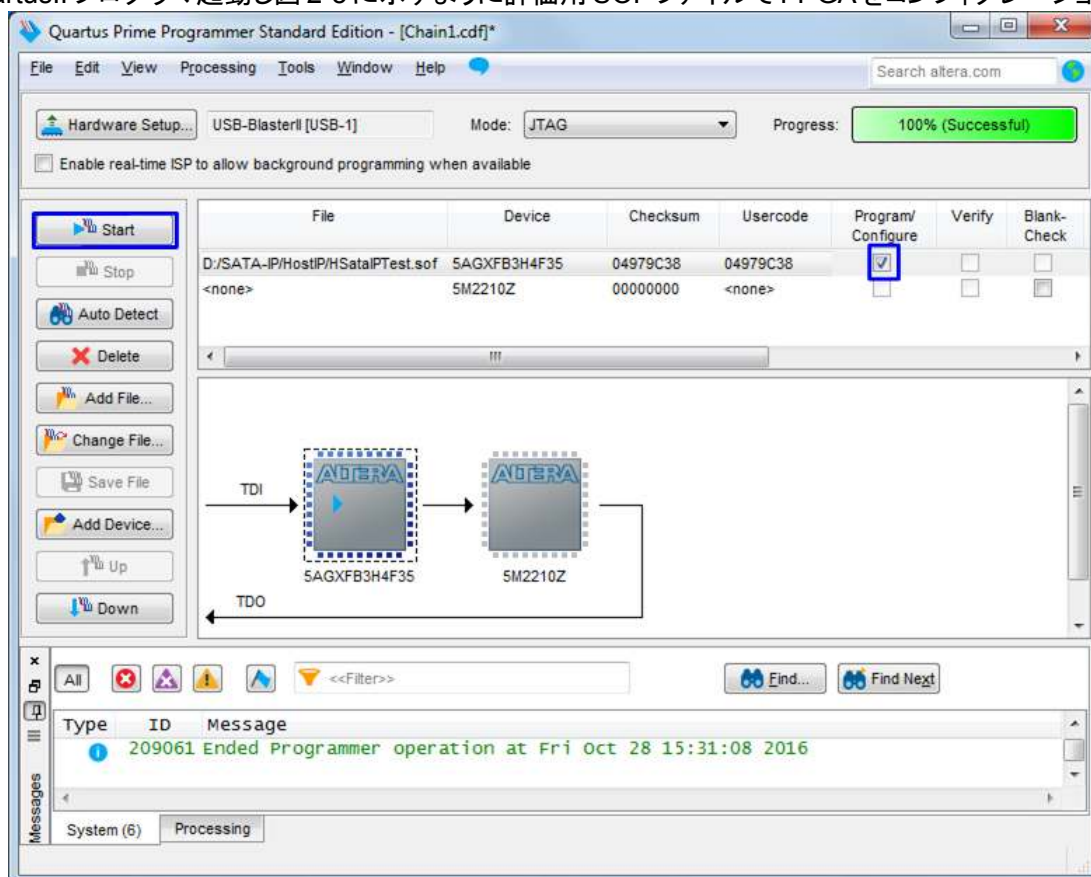

図 2-5: QuartusII プログラマによる FPGA のコンフィグレーション
(7) QuartusII プログラマ起動し図 2-5 に示すように評価用 SOF ファイルで FPGA をコンフィグレーションします。